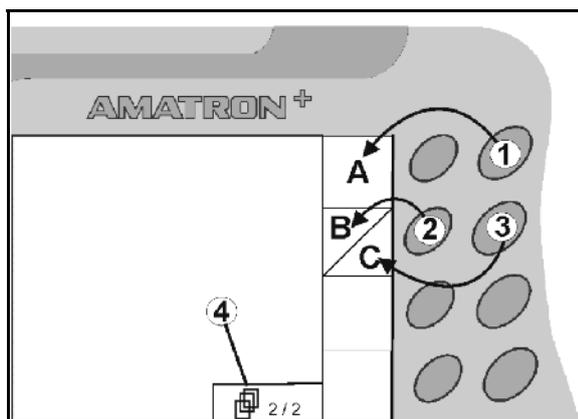

Fig. 10
- Si aparecen campos cuadrados en la pantalla, sólo está asignada la tecla derecha (Fig. 10/1) al campo de función (Fig. 10/A).
- la tecla izquierda (Fig. 10/2) está asignada al campo de función superior izquierda (Fig. 10/B).
- la tecla derecha (Fig. 10/3) está asignada al campo de función inferior derecha (Fig. 10/C).
<ul style="list-style-type: none"> • Navegar en otras páginas del menú (sólo es posible cuando el símbolo (Fig. 10/4) aparece en la pantalla)